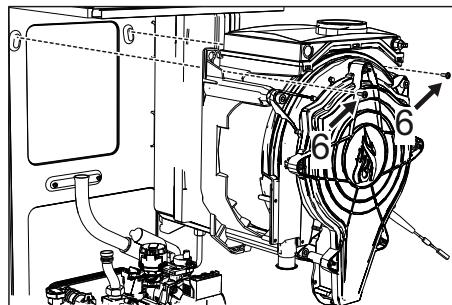

fig. 49
- Extraiga los dos tornillos **superiores "6"** que fijan el intercambiador al bastidor (fig. 49).